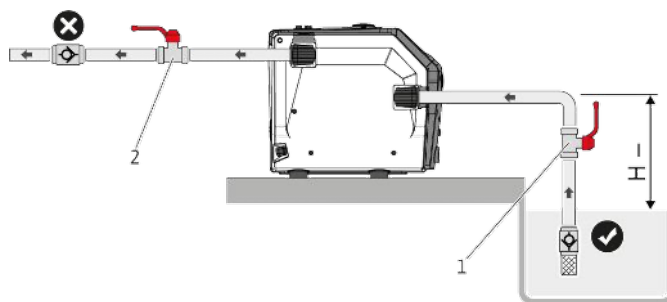
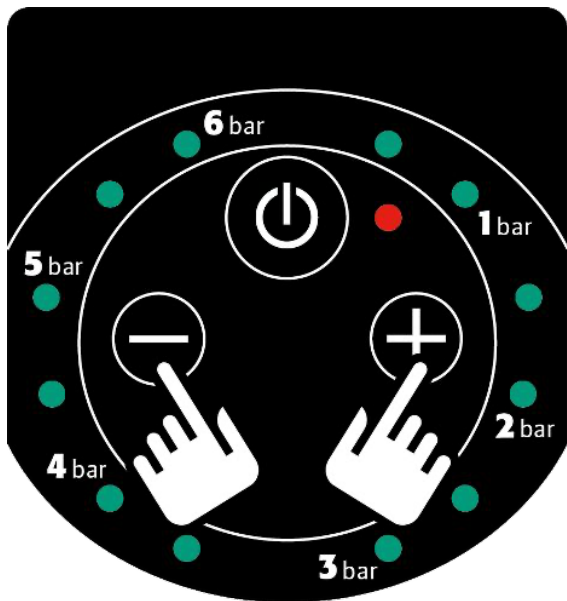

Fig. 8: Режим на засмукване
Fig. 11: Бутони за управление: + и -
1. Ако продуктът е инсталиран за експлоатация при натоварване (Fig. 8), натиснете веднъж бутона за управление вкл./изкл. (Fig. 11).
2. Натиснете бутона „Вкл./Изкл.“ на работната област (Fig. 11).